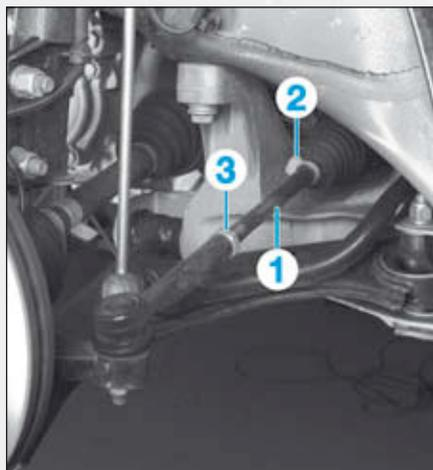

FIG.1
- Le parallélisme se règle par l'allongement ou le raccourcissement de la longueur des biellettes de direction (1), en les tournant par leur empreinte hexagonale, après avoir desserré le collier (2) et le contre-écrou (3) (Fig.1).